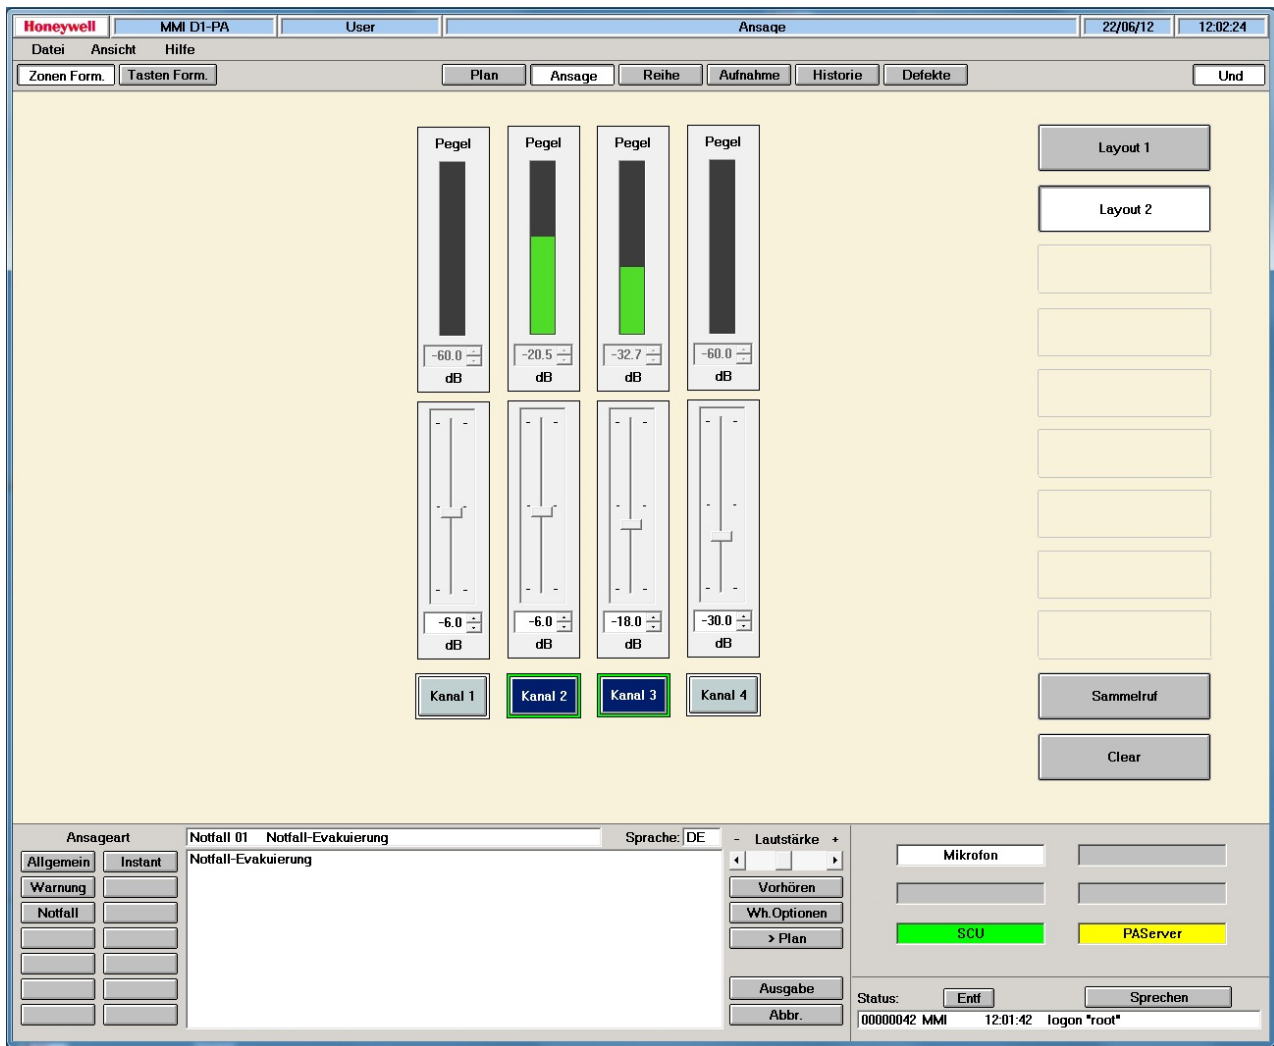

Abb. 28: Layout 2, Zonenansicht im grafischen Format
Zonenauswahlfenster, grafisches Format, Layout 2 (siehe Abb. 28):
- Zur Zeit des Screen-Shots in Abb. 28 wurde die Notfall-Meldung „Notfall-Evakuierung“ (auf den Zonen „Kanal 2“ und „Kanal 3“) abgespielt, daher die Grünfärbung des Zustandsanzeigefelds „SCU“.